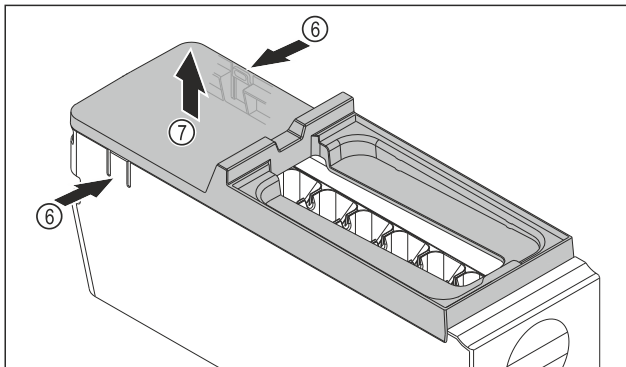

Fig. 83
- ▶ Retirer le couvercle du corps de l'EasyTwist-Ice : D'une main, pousser les languettes Fig. 83 (6) des deux côtés du corps de l'EasyTwist-Ice.
- ▶ De l'autre main, retirer le couvercle Fig. 83 (7) vers le haut.